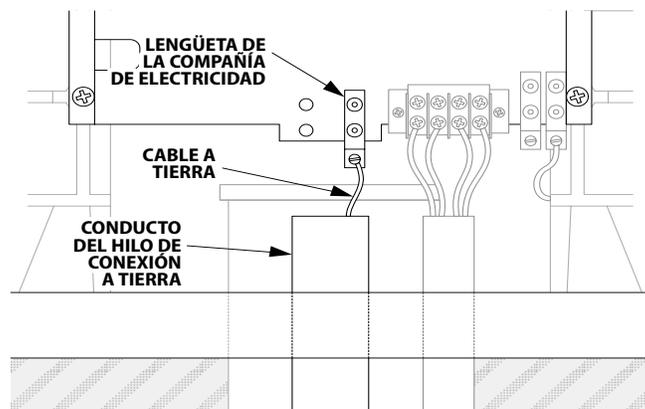

Figura 5
5. Conecte la conexión a tierra de la compañía de electricidad a la lengüeta de conexión a tierra del lado izquierdo del compartimiento de cableado (consulte la Figura 5).